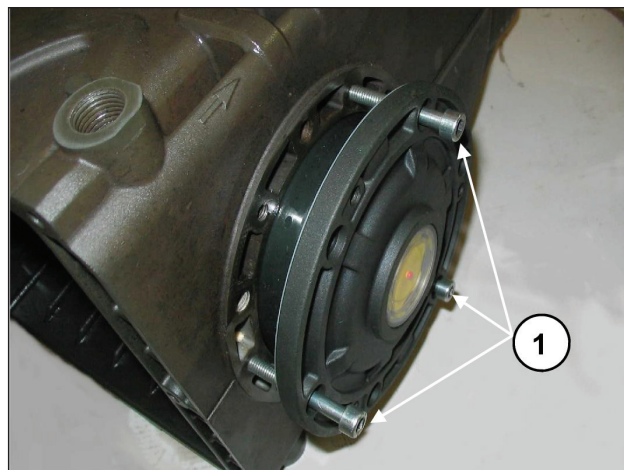

Fig. 8
Para facilitar la introducción del primer tramo y de las tapas sobre el cárter, se recomienda utilizar 3 tornillos M6 x 40 parcialmente roscados, (Fig. 8, pos. ①) para después completar la operación con los tornillos incluidos en la dotación (M6x16).
Para aproximar las dos tapas laterales al cárter, se pueden utilizar 3 tornillos M6x40 durante la primera fase de orientación (como se indica anteriormente en (Fig. 8) y los tornillos específicos para la fijación final.